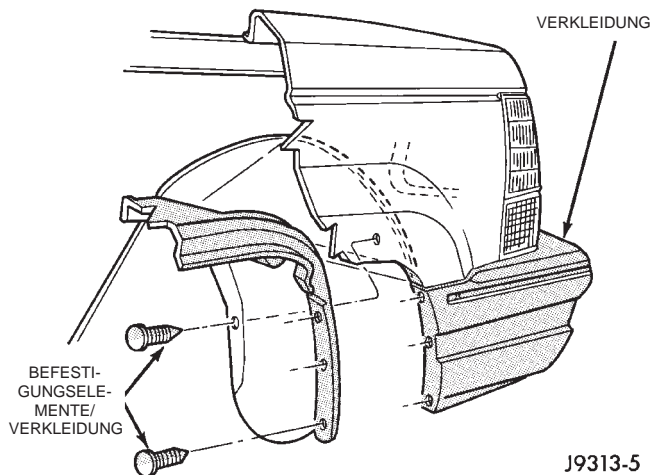

Abb. 3 Befestigungselemente am Radkasten
(6) Die Plastikniete an den vorderen Radkastenverkleidungen lösen (Abb. 3).
(7) Die Verkleidung von den Haltestiften an den Seiten der Kotflügelhalterungen schieben. Mit einem kleinen Schraubendreher die Haltenasen unterhalb der Befestigung der Blinker nach oben ziehen.
(8) Die Verkleidung vom Fahrzeug abnehmen.